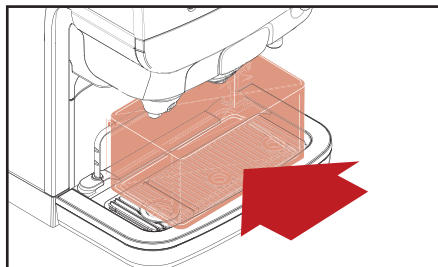

Рис. 5.7 — Размещение контейнера
8. Поместите контейнер (рис. 5.7) под выпускными отсеками и нажмите , чтобы начать промывку.
- 8. Поместите контейнер (рис. 5.7) под выпускными отсеками и нажмите ◀, чтобы начать промывку.